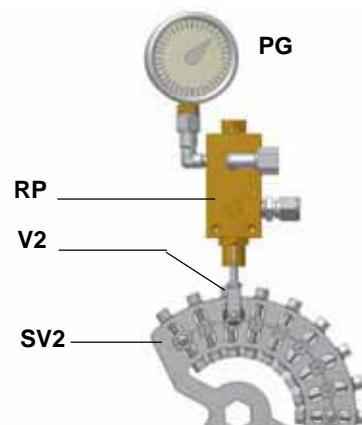

Рис. 37
- После настройки горелки для работы на газе отключить горелку и выбрать работу на мазутном топливе (OIL) с помощью селекторного переключателя СМ (имеющегося на контрольной панели горелки - Рис.37).
- 1 После настройки горелки для работы на газе отключить горелку и выбрать работу на мазутном топливе (OIL) с помощью селекторного переключателя **CM** (имеющегося на контрольной панели горелки - Рис. 37).
- 9 для получения максимального расхода мазутного топлива регулировать давление (считывая значения на манометре **PG**), не изменяя при этом, уже отрегулированный, во время настройки работы на газе, расход воздуха (см. предыдущий параграф): все время проверяя параметры продуктов горения, воздействовать на винт варьируемого сектора, соответствующий мазутному топливу **SV2** (см. Рис. 37), но по достижении положения большого пламени.